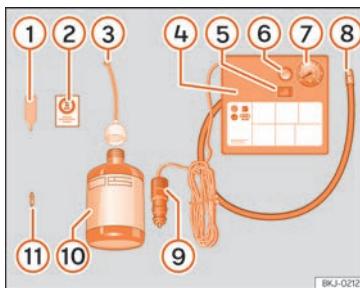

Fig. 32 Representação padrão: conteúdo do kit antifuros.
O kit antifuros está localizado na bagageira, por baixo do revestimento do piso. Inclui os seguintes componentes »» **Fig. 32:**
- Desenrosque a proteção e o obus da válvula do pneu. Utilize o aparelho »» **Fig. 32** 1 para retirar a carga. Coloque-o numa superfície limpa.
- Agite com força a garrafa de vedante de pneus »» **Fig. 32** 10.
- Enrosque o tubo de enchimento »» Fig. 32 ③ na garrafa de vedante. O selo da garrafa partir-se-á automaticamente.
- Remova o tampão do tubo de enchimento »» Fig. 32 ③ e enrosque a extremidade aberta do tubo na válvula do pneu.
- Volte a colocar o obus com o aparelho »» Fig. 32 ① na válvula do pneu.
- Enrosque o tubo de enchimento do pneu do compressor »» Fig. 32 ⑧ na válvula do pneu.
- Verifique se o parafuso de evacuação de ar está fechado »» Fig. 32 ⑥.
- Ligue o conector »» Fig. 32 ⑨ à tomada de corrente de 12 volts do veículo »» Página 146.
- Ligue o compressor de ar com o interruptor ON/OFF »» Fig. 32 ⑤.
- Cole o autocolante »» Fig. 32 ② no painel de instrumentos, dentro do campo visual do condutor.
Volte a enrosçar o tubo de enchimento »» Fig. 32 ⑤ e verifique a pressão no manómetro ⑥.